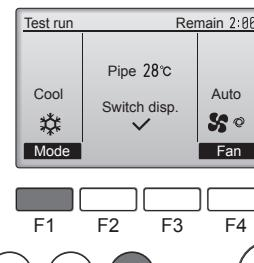

Fig. 7-3
- Druk op de functietoets [F1] om de bedieningsstand te wijzigen. (Fig. 7-3)